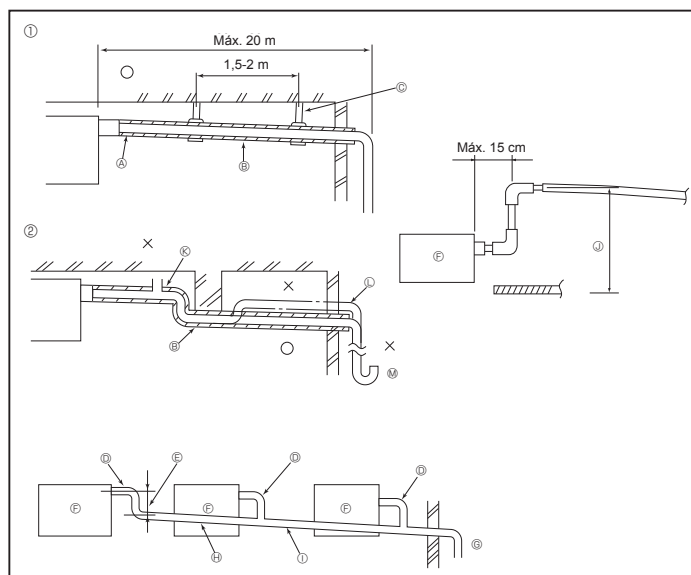

Fig. 3-1
3.1. Tubería de drenaje (Fig. 3-1)
- ① Tubería correcta
- ② Tubería incorrecta